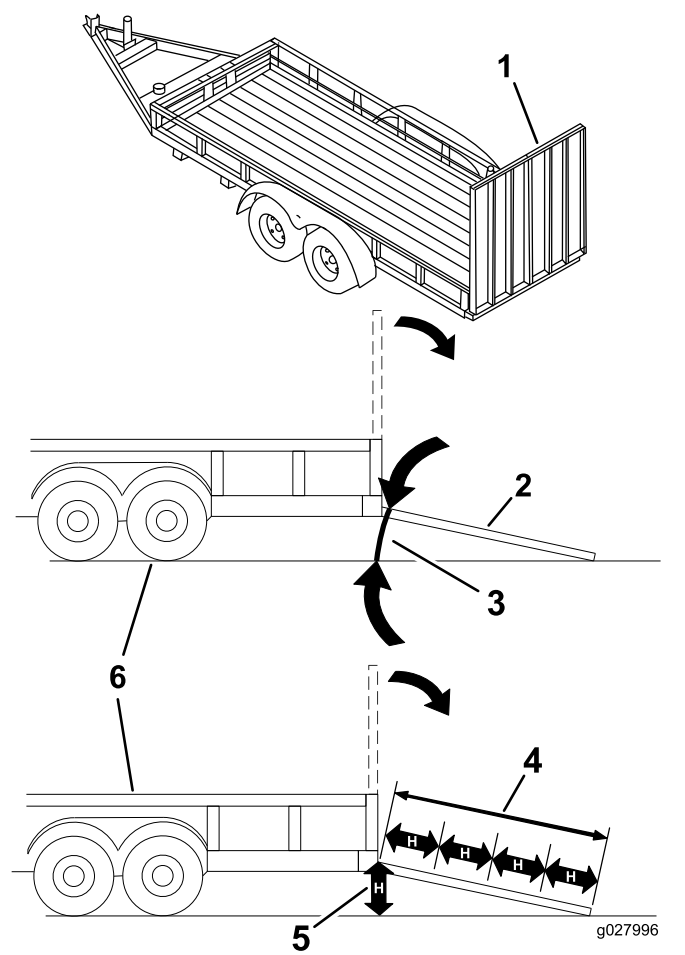

Рисунок 42
При погрузке машины на прицеп или грузовик повышается вероятность опрокидывания, что может привести к получению тяжелой травмы или гибели (Рисунок 42).
3. Опустите наклонный въезд, убедившись, что угол между наклонным въездом и поверхностью земли не превышает 15 градусов (Рисунок 42).
1. Опустите наклонный въезд, убедившись, что угол между наклонным въездом и поверхностью земли не превышает 15 градусов (Рисунок 42).